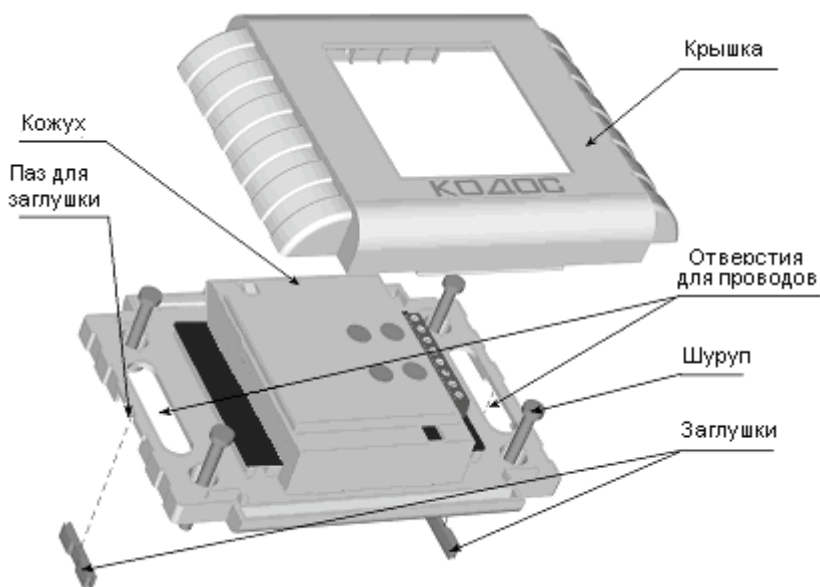
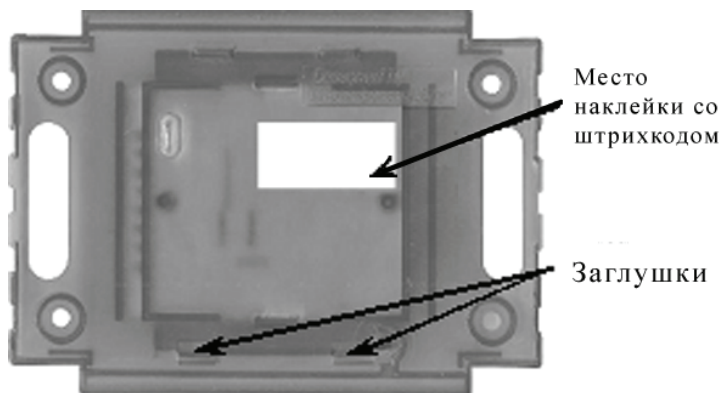

Рисунок 6 – Крепление адаптера (клеммы условно не показаны)
Рисунок 7 – Вид адаптера снизу
- а) Снять с изделия крышку (рисунок 6).
- б) Аккуратно извлечь защелки (рисунок 7) и снять кожух (рисунок 6).
- в случае если провода подходят сбоку адаптера (например, из короба или гофрированного шланга), снять заглушки (рисунок 6);
- через отверстия для проводов (если провода идут из стены) или через пазы для заглушек и отверстия для проводов (в случае, если провода подходят сбоку) (рисунок 6), протянуть провода к кожуху адаптера;